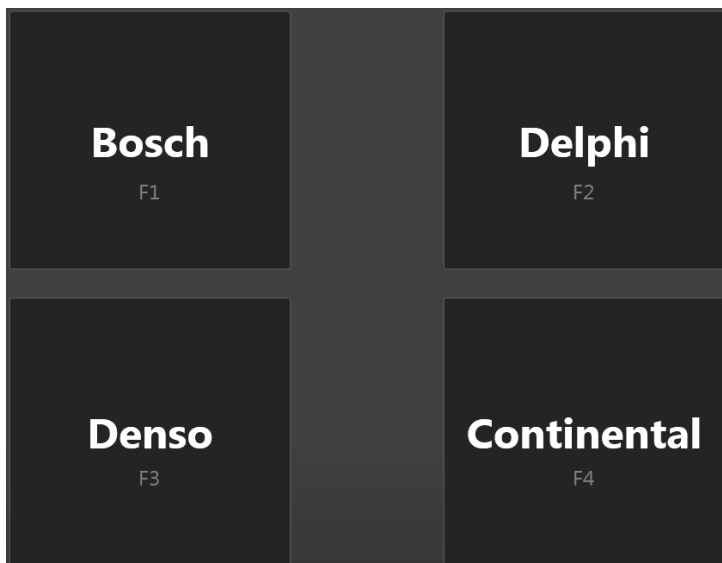

Рисунок 6.2 – Выбор производителя форсунок
2) Выбирать производителя форсунок (рис.6.2).